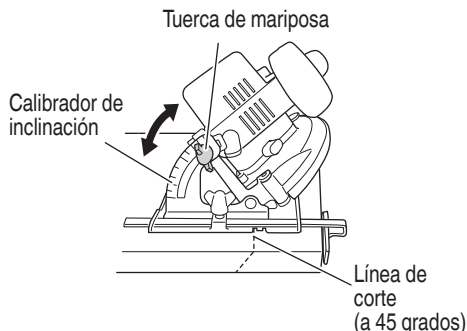
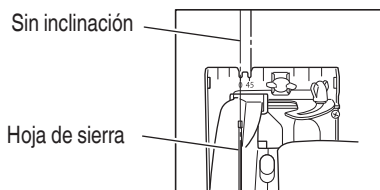
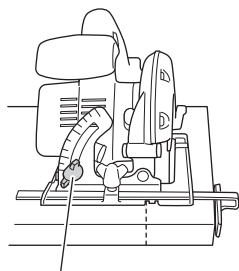

Fig. 15
Fig. 13 <Vista superior>
Fig. 14 <Sin inclinación>
- (1) Coloque la base sobre el material, alinee la línea previamente marcada y la hoja de la sierra con la muesca de la parte frontal de la base (Fig. 13).
- (2) Si la base no está inclinada, utilice el lado izquierdo de la muesca (Fig. 13, Fig. 14).
Si la base está inclinada (45 grados), utilice el lado derecho de la muesca (Fig. 13, Fig. 15).